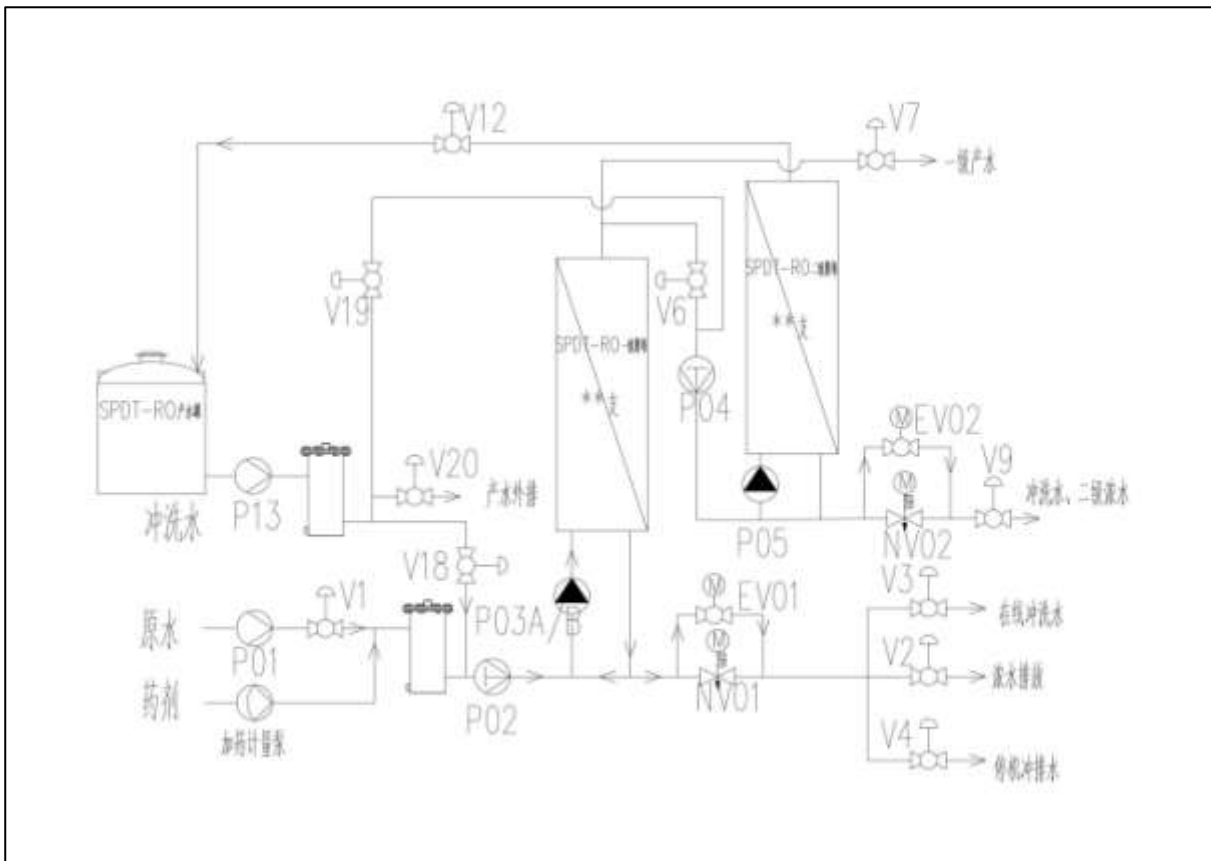

图 8：双级 SUPER DT 典型系统运行管路图
(1) 检查所有的管路是否正确连接完毕，并在开始运行以前用清水冲洗干净。图 8 显示一个典型的系统管路图示例；
(2) 系统启停同原水箱、产水箱、浓水箱液位联动并检测所有泵是否存在故障、阀门状态是否正常，需设置报警提示并及时进行故障恢复；
(3) 开启一级浓水回流阀（V3），关闭一级浓水阀（V2）；
(4) 开启进水增压泵（P01），延时 T1 值（T1 值可设，建议大于 60s）开启一级柱塞泵（P02），延时 T2 值（T2 值可设，应不得小于 30s）同时开启一级循环泵 A（P03A）和一级循环泵 B（P03B），循环泵的启动分 2 个阶段进行，第一阶段 0-20HZ 为一个加速阶段（变频器加速时间不得小于 60s），20HZ 到设定频率为一个加速阶段（变频器加速时间不得小于 60s），